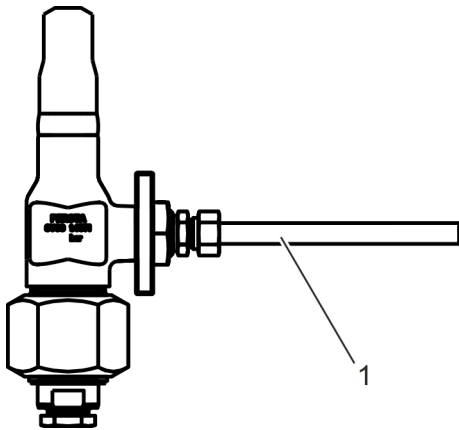

Abb. 14: Entschwadungsrohr
1. ➔ Schutzeinrichtungen montieren, um aus dem Entschwadungsrohr (Abb. 14/1) austretendes Medium aufzufangen und abzuleiten.